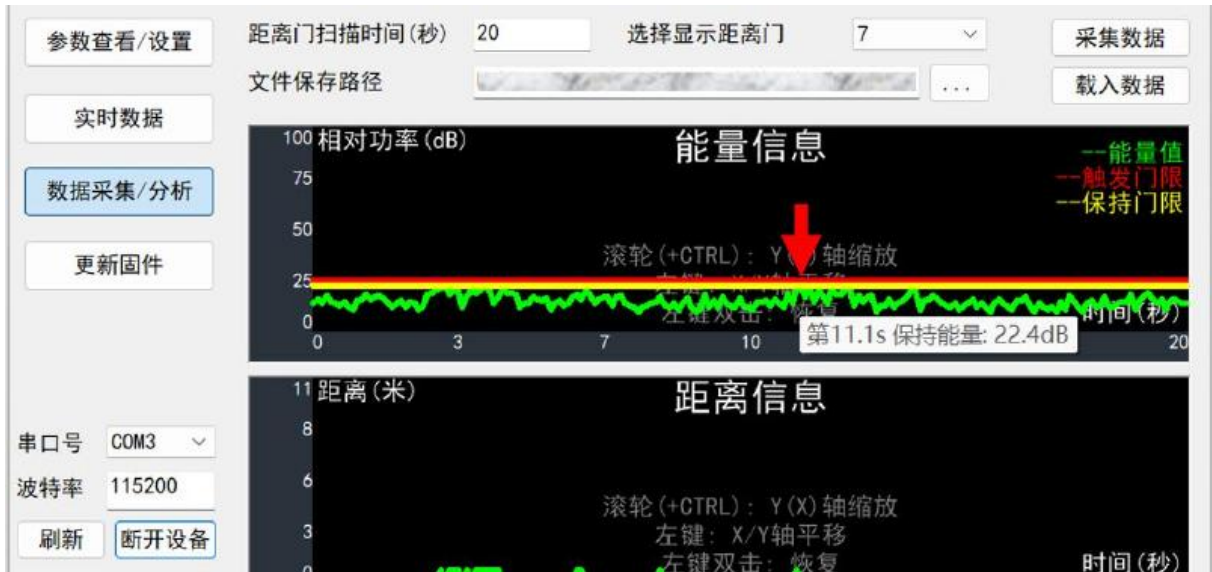

图 12 上位机数据查看页面
4. 如需查看曲线上某一点的具体数据，将鼠标光标放到曲线上感兴趣的位置，光标处会出现悬浮框显示该处的能量值或距离信息，如图 12 所示